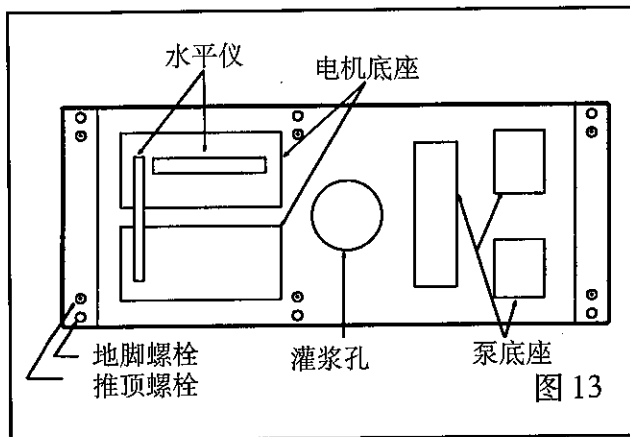

图 13
4. 在电机底座上放置两个水平仪，一个纵向放置在一块电机底座上，另一个分别放置在两块电机底座的一端(图 13)。